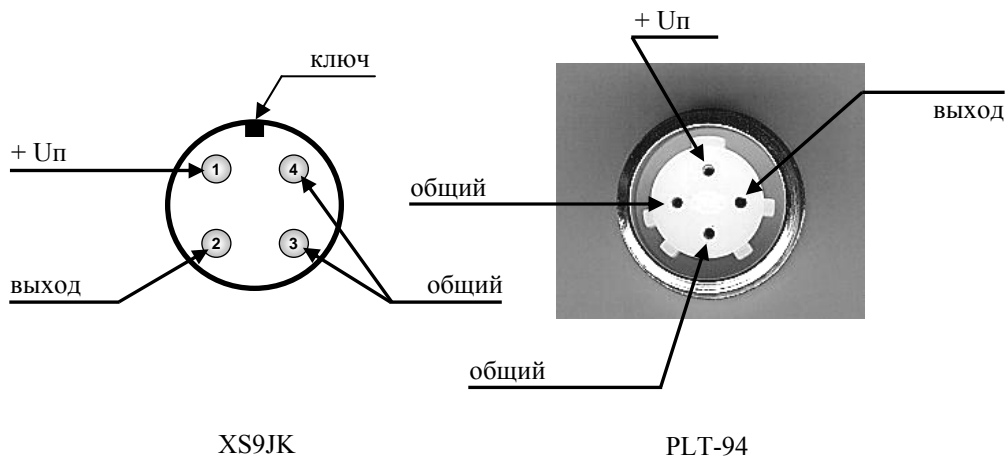

рис.1
2.4. Унифицированное расположение выводов разъёма XS9JK-4P/4 или PLT-94 для ГС в выносным датчиком показано на рис.1.